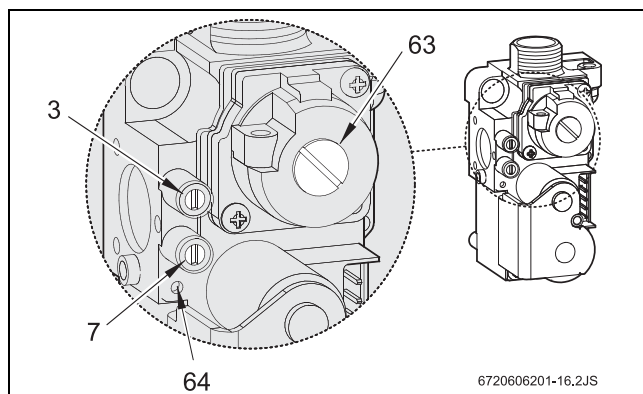

Fig. 26 Bloc de gaz
- ▶ Enlever le bouchon plombé de la vis de réglage gaz (63) (voir Fig. 26).